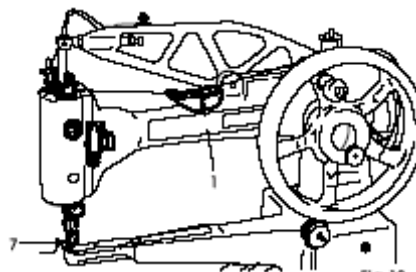

Рис. 18
1. Поместите катушку ниток на катушечный стержень так, чтобы нить вытягивалась с тыльной стороны катушки. См. Рис. 18.